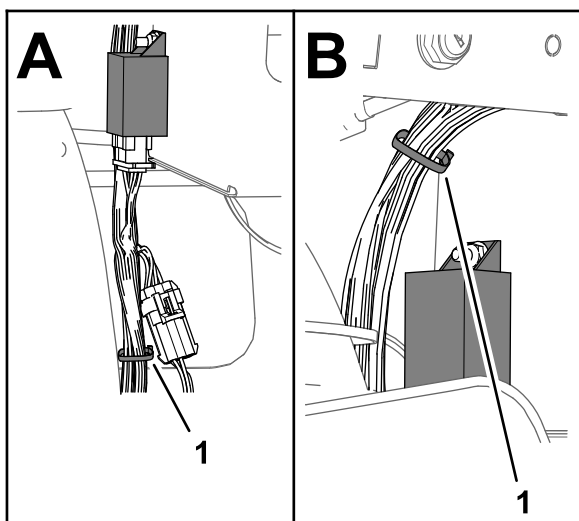

**Figura 22**
3. Módulo dos piscas (CE)
5. Ligue o conector de 6 tomadas da cablagem do kit no módulo dos piscas CE (**Figura 22**).
- Ligue o conector de 6 pinos da cablagem da máquina ao conector de seis pinos da cablagem do kit rotulado TO MAIN HARNESS (para cablagem principal) (Figura 22).